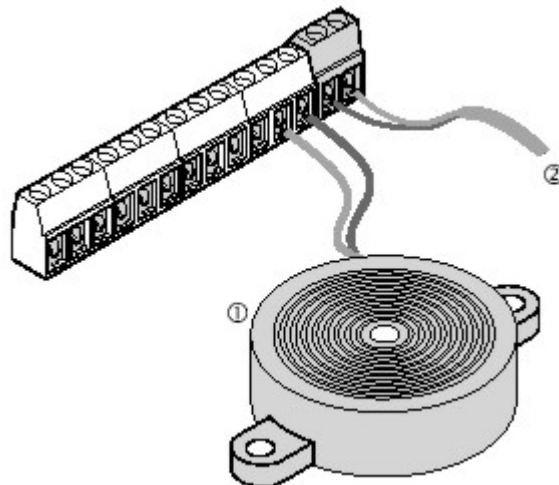

Figura 13. Collegamenti segnalatore acustico
1. Collegare il segnalatore acustico tra l'uscita di prova (T) e la terra (GND) (vedere Figura 13).